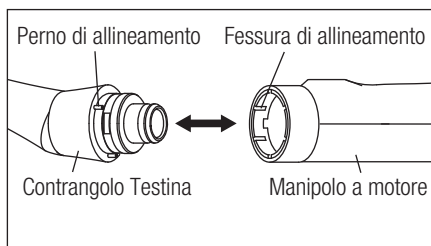

Fig. 2
- 2) Premere la testina del contrangolo fino a quando i perni di allineamento scattano nelle fessure di allineamento del motore del manipolo. La testina del contrangolo può essere montata in 6 diverse angolazioni. (Fig. 2).